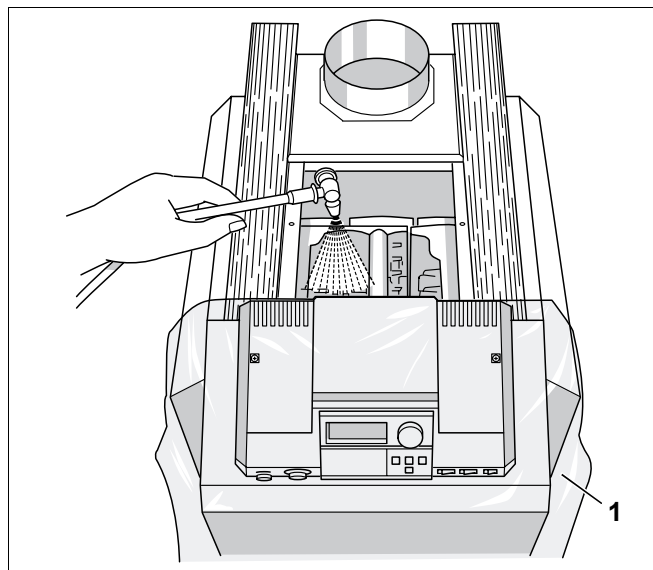

Рис. 42 Влажная чистка котла
- Накрыть систему управления пленкой (рис. 42, поз. 1). Не допускать попадания аэрозольного тумана в систему управления.
- Сверху распылить равномерно чистящее средство в газоотводящих каналах (рис. 42).